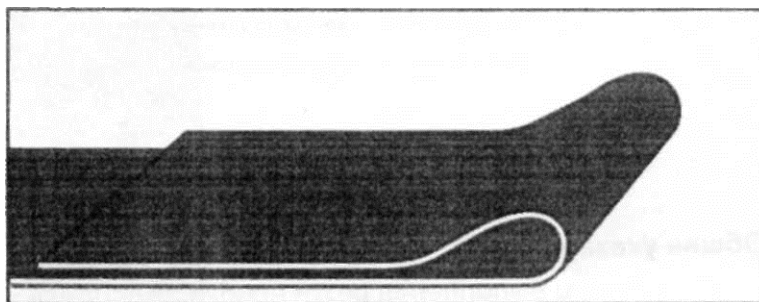

Рисунок 15 – Разделка ленты
- ▶ Ножом срезать обкладку, обеспечив фаску примерно в 45 градусов (Рисунок 15).